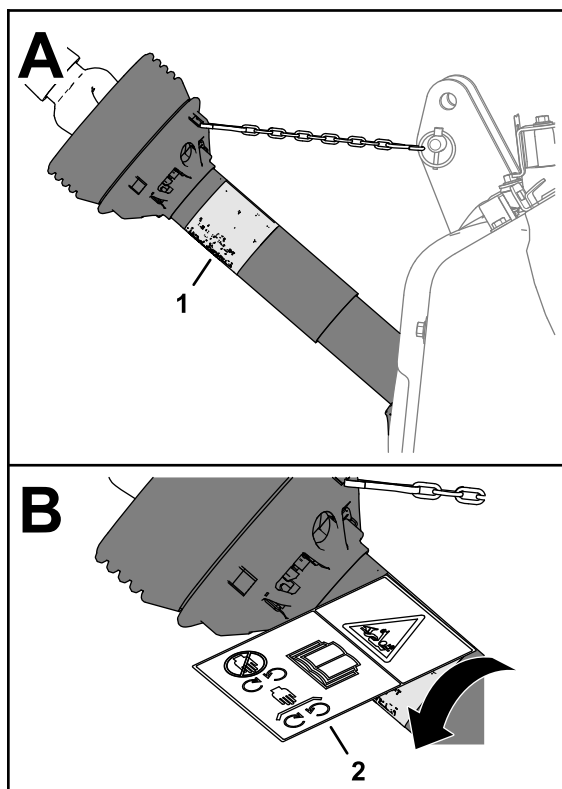

Bild 19
- Drehen Sie den Wellenschutz, um Zugang zum vorhandenen Aufkleber für Einzugsgefahr zu erhalten (Bild 19)
- Bringen Sie den CE-Aufkleber für Einzugsgefahr über dem vorhandenen Aufkleber für Einzugsgefahr auf (Bild 19).